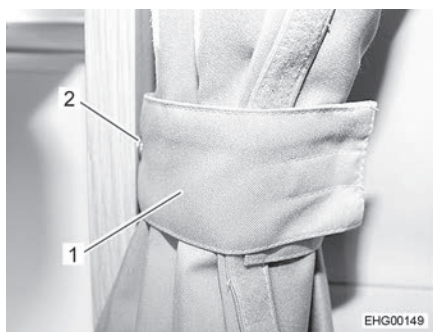

Bild 7 Mörkläggningsgardin, säkrad
- Säkra mörkläggningsgardinen med omtag (Bild 7,1) och tryckknapp (Bild 7,2).